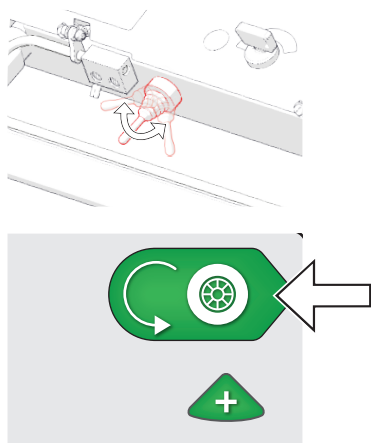

Fig. 15D - Activer l'entraînement avec l'interrupteur d'entraînement ou le bouton de marche/arrêt de l'entraînement
6. Utilisez l'interrupteur d'entraînement pour allumer le moteur d'entraînement. À défaut, sélectionnez « Drive start/stop » [Démarrage/arrêt de l'entraînement] sur l'affichage (Fig. 15D).